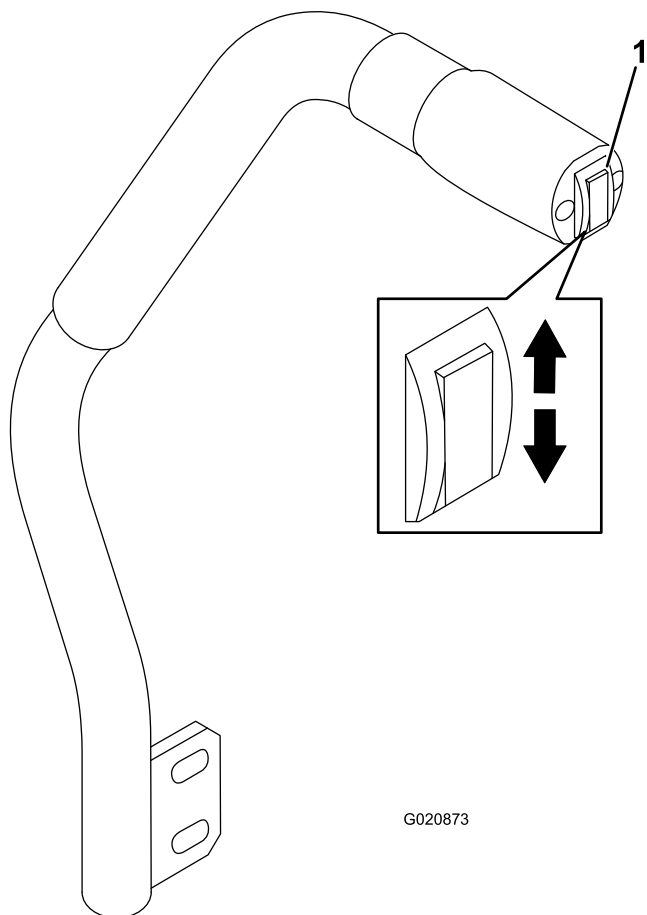

Рисунок 21
Подъем и опускание режущего блока производится с помощью переключателя подъема деки (Рисунок 21). Рычаг можно использовать только при работающем двигателе.
- Чтобы опустить режущий блок, нажмите переключатель подъема деки вниз (Рисунок 21).
- Чтобы поднять деку газонокосилки, нажмите переключатель подъема деки вверх (Рисунок 21).
1. При работающем двигателе нажмите переключатель подъема деки вверх, пока режущий блок не поднимется полностью, и **немедленно отпустите переключатель** (Рисунок 21).